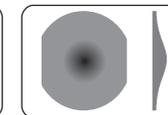

FIGURA 11.3
6. A Figura 11.2 ilustra um bom exemplo de aplicação de tinta. Se a aplicação apresentar uma concentração elevada de tinta no centro, conforme a Figura 11.3, significa que o produto deve ser diluído. Se a aplicação apresentar concentração elevada nas partes superior e inferior, conforme a Figura 11.4, significa que o bico de fluido **5** ou as capas de ar **15R** e **15L** estão parcialmente obstruídos e deverão ser limpos.